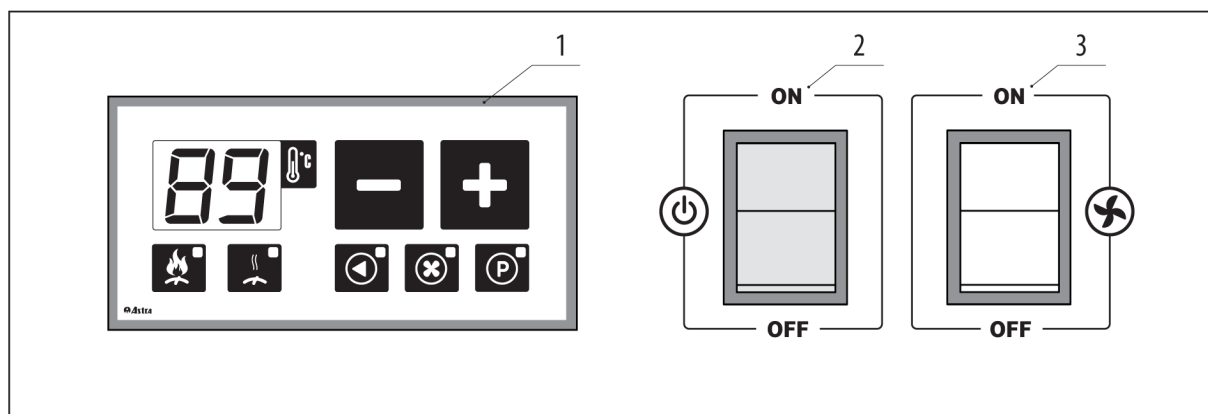
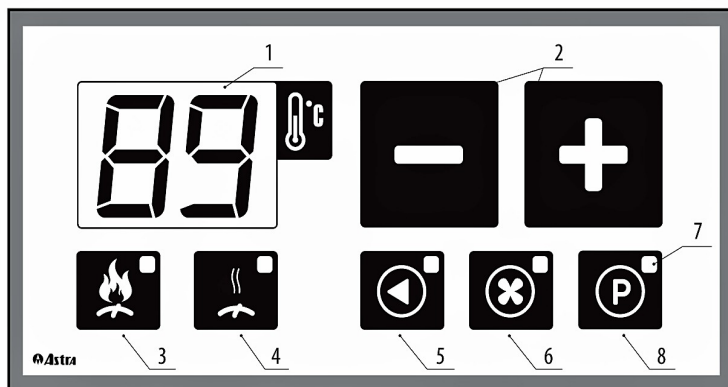

Fig. 9 Främre kontrollpanel
Fig. 11 Frontpanel av regulator KR-4.3D
Överhettningsskyddets uppgift är att stänga av pannans fläkt om vattentemperaturen i pannen överstiger den högsta tillåtna, 95 °C, på grund av oförutsedda orsaker. Temperaturgivaren för överhettningsskyddet är installerad i ett dykrör 17 (Fig.1). Om pannen blivit för varm, (mer än 95 °C), och överhettningsskyddet löst ut, lyser indikatorn 4: "Förbränning avslutad" (Fig.11). I det här fallet är det nödvändigt att ta reda på orsakerna till problemet och ta bort dem. Om detta inte görs är risk för allvarliga skador på pannans utrustning samt risk för människors hälsa och liv. Om användaren inte kan lokalisera och åtgärda orsaken till utlösning av överhettningsskyddet, så måste en mer kvalificerad serviceman tillkallas. Efter att pannen svalnat, kan överhettningsskyddet återställas till sitt normala driftläge. För att göra detta, skruva loss locket och tryck på den röda knappen. Den elektriska säkringen är avsedd att skydda den elektriska kretsen i fall strömmen i elsystemet överstiger 2 A. Om säkringen är skadad, tänds ej den gröna brytaren och byt ut säkringen. Den bakre kontrollpanelen på pannen är jordad.
Den digitala temperaturindikatorn 1 (Fig. 11) visar både den uppmätta och den inställda temperaturen på vattnet i pannan. Börvärdestemperaturen justeras med knapparna 2. Efter en kort tryckning på "+" eller "-" börjar den digitala indikatorn 1, visa börvärdestemperaturen för pannvattnet. För att ändra det, måste lämplig knapp tryckas: "+" för att öka och "-" för att minska temperaturen. Efter några sekunder efter den sista knapptryckningen är börvärdestemperaturen sparad och indikatorn återgår till att visa ärvärdestemperaturen på pannvattnet. När den visar börvärdestemperaturen, lyser en punkt bredvid värdet. När indikatorn visar den verkliga uppmätta temperaturen visas inte punkten. Regulatorn medger justering av temperaturen inom intervallet 65-90 °C.
Lysdiod 3 "Förbränning pågår" anger aktiv status av pannan. Denna tänds när eldningsprogrammet är påslaget med knappen 3 (Fig. 11) på den främre kontrollpanelen. Fläkten kan vara i driftläge endast när lysdioden 3 (Fig 11) är tänd.
Strömförsörjningen L2, som kommer från den främre kontrollpanelen och överförs till regulatorn, slås på när omkopplarna 2 och 3 (Fig. 9) är i läge ON och termosäkringen inte har löst ut. Den impuls som reglerar fläkthastigheten ansluter periodiskt L2 till L3. När pannan växlar till status "förbränning avslutad", levererar L3 inte ström till fläkten och lysdiod 4 (Fig.11) tänds. För att återgå till läget "förbränning pågår", ska strömförsörjningen L2 avbrytas genom att stänga av (on / off)-eldningsprogrambrytaren 3 (Fig. 9) och strömförsörjningen av pannan (on / off-brytaren 2 (Fig. 9)., och därefter ställer dem i läge "ON". Laddomatpumpens relä kopplar L4 till L1. Den programmerbara kanalens relä kopplar P till L1. Utströmmen till fläkten regleras mellan $20 \div 100$ VA. Det högsta tillåtna effektuttaget för Laddomatpumpen som är ansluten till regulatorn är 250 VA. Det högsta tillåtna effektuttaget för den programmerbara kanalen är 250 VA.
Slå på spänningen, med knapp 2 på den främre kontrollpanelen. Då tänds displayen på den elektroniska regulatoren (Fig. 9). Ställ in önskad arbetstemperatur på pannvatten med hjälp av knapparna för temperaturinställning, vi rekommenderar en temperatur på 85 ° C eftersom Laddomat 21's termiska ventil öppnar vid 72 ° C – och man får då en bra funktion mellan panna och Laddomat 21 om man föredrar högre panntemperatur väljs 90 ° C på regulatoren och 78° C termisk ventil .
Kontrollera i temp.displayen att vattentemperaturen stiger. Håll den nedre luckan öppen tills du hör att det tagit sig ordentligt i tändveden. Stäng den nedre luckan och starta samtidigt eldningsprogrammet med den röda brytaren 3 på kontrollpanelen (Fig. 9).
När förbränningen fortfarande pågår, och regulatorns lysdiod 3 " förbränning pågår " (bild 11) lyser grönt:
När förbränningen hunnit så långt att regulatorns lysdiod 4 " förbränning avslutad " (bild 11) blinkar rött:
2. Stäng av röd strömbrytare 3 (Fig. 9) .
Statusen för förbränningsprocessen kan kontrolleras på regulatorns lysdioder "förbränning pågår" eller "förbränning avslutad" (se beskrivning av regulatorerna KR-4.3D, Fig. 11).